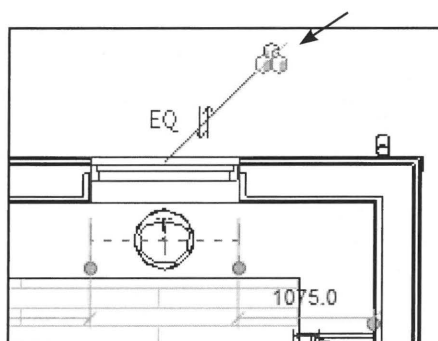

Fig. 16.13.
- Når du efterfølgende arbejder i Revit, vil dine objekter have et ikon tilknyttet, som betyder at du arbejder med *Work Sharing* (Fig. 16.13).